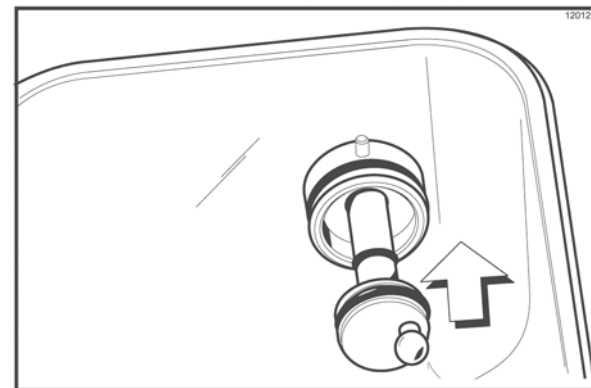

Abb. 13
14. Das sechskantige Ende der Antriebswelle in die Nabe in der Rückwand des Mixbeckens hineinschieben (s. Abb. 13).